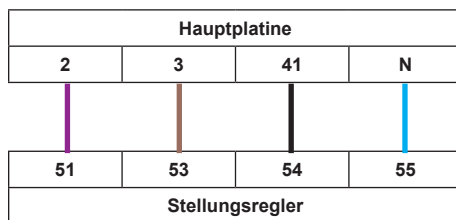

Abb. 15 Anschlussplan Stellungsregler
- Kabelbaum wie in Abb. 15 dargestellt anschließen. Darauf achten, dass beim Aufsetzen der Haube keine Adern gequetscht werden.